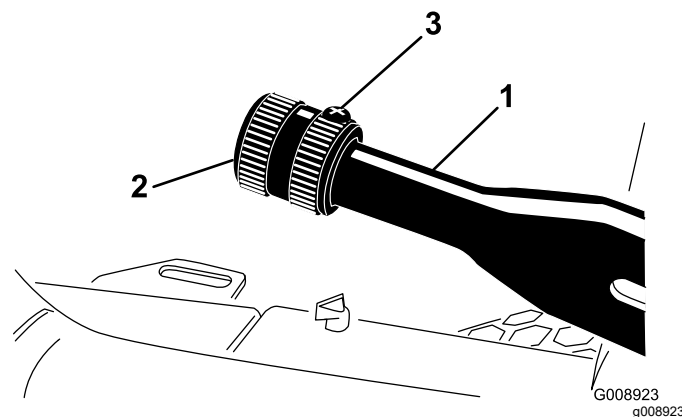

図 61
1. ブレーキレバーに調整ノブを固定している固定ねじをゆるめる 図 61。